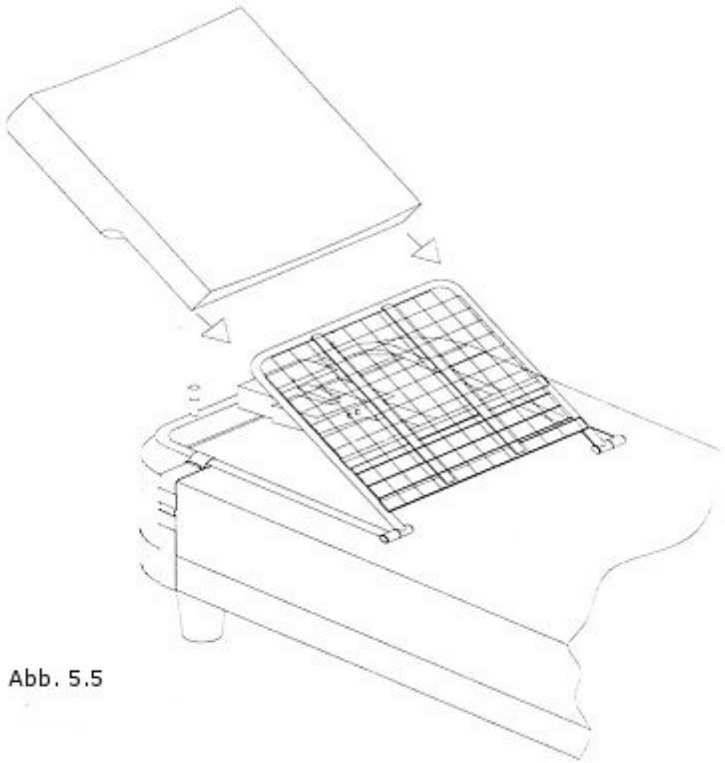

Abb. 5.5
5. Ziehen Sie nun die Matratze mit der Öffnung ihres Bezugs über die hochgestellte Auflagefläche des Geräts. Danach binden Sie das untere Ende des Bezugs mit der integrierten Schnur am Rahmen der Auflagefläche fest (siehe Abb. 5.5).